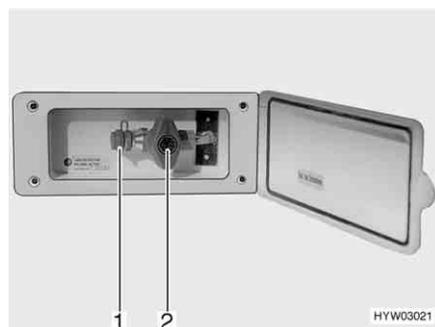

Bild 113 Externer Gasanschluss, Gasabsperrentil geschlossen
Der externe Gasanschluss (Bild 113) befindet sich je nach Modell am Heck oder auf der linken bzw. rechten Fahrzeugseite.
- Externes Gasgerät an der Anschluss-Stelle (Bild 113,1) anschließen.
- Das Gasabsperrentil (Bild 113,2) öffnen.